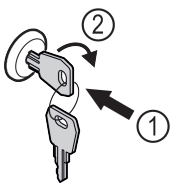

Fig. 120 Примерное изображение
- ▶ Вставьте ключ Fig. 120 (1).
- ▶ Поверните ключ на 90° по часовой стрелке Fig. 120 (2).